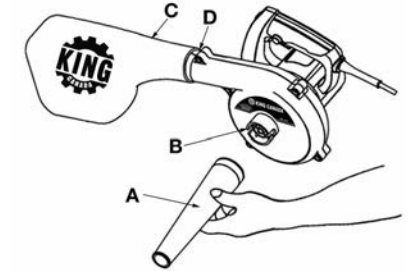

Figure 4
2. Pour utiliser la souffleuse/aspirateur comme un aspirateur, fixez la buse (A) Fig.4 à l'entrée d'air (B). Alignez les deux broches situées à l'intérieur de la buse avec les encoches sur l'entrée d'air, poussez et tournez la buse dans le sens horaire pour la verrouiller en toute sécurité.
3. Fixez le sac à poussière (C) à la sortie d'air (D). Alignez les deux broches situées à l'intérieur du sac à poussière avec les encoches de la sortie d'air, poussez et tournez le sac à poussière dans le sens horaire pour le verrouiller en toute sécurité.
1. Lorsque vous utilisez la souffleuse/aspirateur comme un aspirateur et le sac à poussière (C) Fig.4 est plein, retirez et videz le sac à poussière.